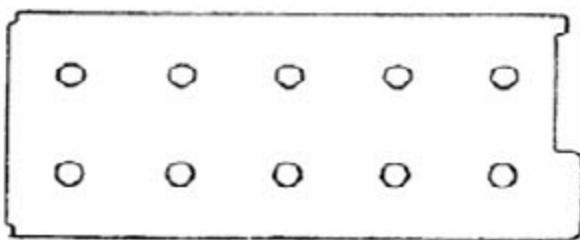

图 3-32
d). 按如图 3-32 所示顺序拧紧螺栓，直到每个螺栓达到力矩 49N·m。
f). 按如图 3-32 所示顺序重新拧紧螺栓，直到每个螺栓达到力矩 20 N·m。